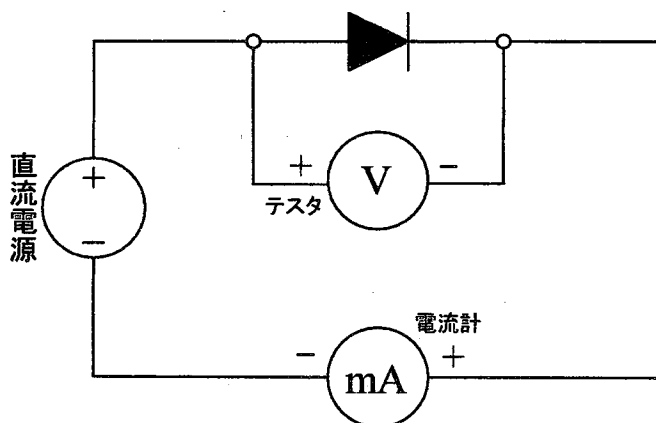

図6 ダイオードの順方向特性測定回路
- (1) 図6のように測定回路を接続する。
- (2) 直流電源装置の電圧ダイヤルを変化させ、ダイオードの順方向特性を測定する。